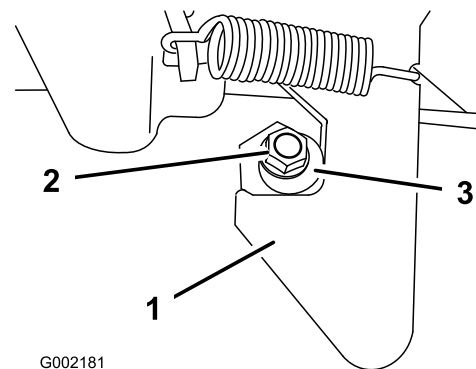

図 19
1. ラッチ・ポストの端についているナット (図 19) をゆるめる。
2. ラッチ・ポストを右回りに回転させてラッチにちょうどはまるようにし、その位置でナットを締める（図 19）。